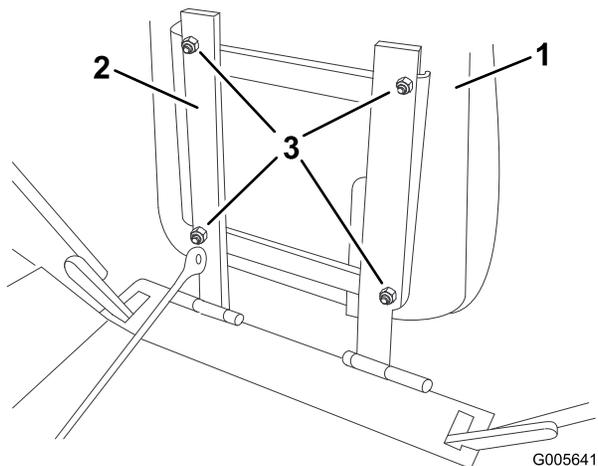

Figura 3
2. Retire las tuercas que sujetan el asiento al bastidor del asiento (Figura 3). Guarde las tuercas.